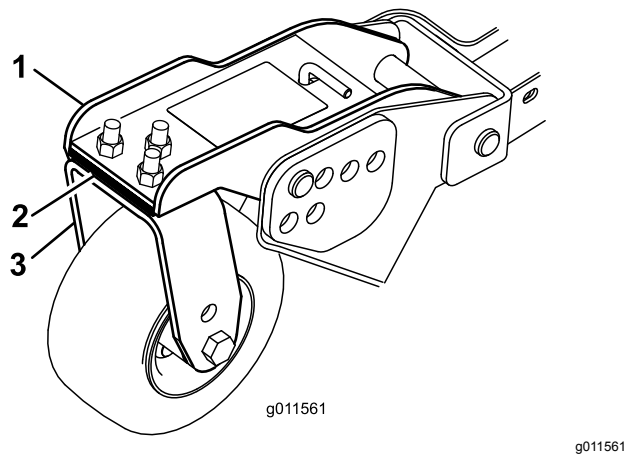

Figura 27
3. Ajuste los suplementos de 3 mm de las horquillas de las ruedas giratorias delanteras hasta que la altura de corte se corresponda con la marca de la pegatina (Figura 27).
suplemento de 3 mm de la parte inferior del brazo interior delantero de la rueda giratoria en la unidad de corte lateral (Figura 27).